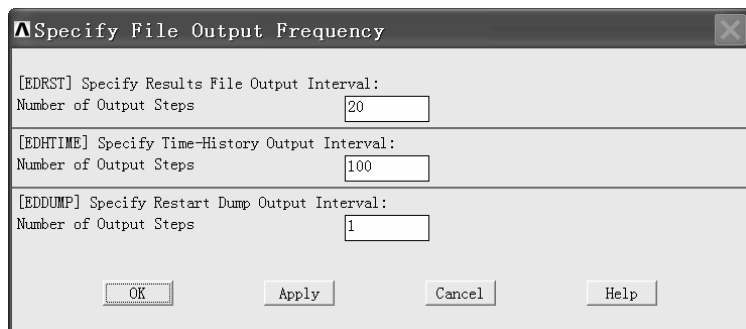

图 10-112 “Specify File Output Frequency” 窗口
(4) 在“Specify Output File Types for LS-D...”窗口中“File options”后的方框中选择“Add”，在“Produce output for...”后的方框中选择“LS-DYNA”，然后单击该窗口中的“OK”按钮。
(5) 依次选择 Main Menu>Preprocessor>Solution>Output Controls>File Output Freq>Number of Steps，弹出“Specify File Output Frequency”窗口（见图 10-112）。
(6) 在“Specify File Output Frequency”窗口中“[EDRST] Specify Results File Output Interval:”后的方框中输入“20”，在“[EDHTIME] Specify Time-History Output Interval:”后的方框中输入“100”，然后单击该窗口中的“OK”按钮。